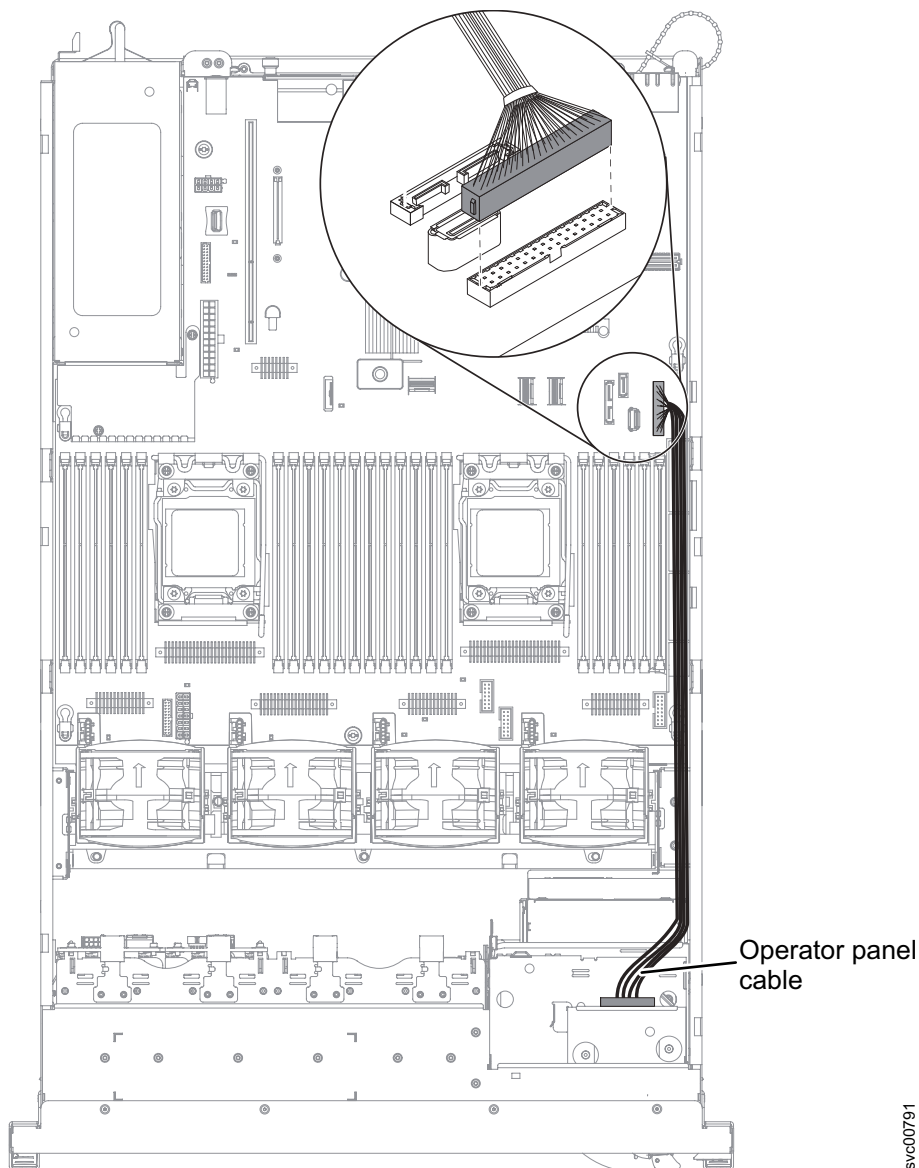

Figura 169. Removendo o cabo do painel de informações do operador do 2145-DH8
3. Remova o cabo do conector no lado direito do nó, conforme mostrado na Figura 169 na página 206.